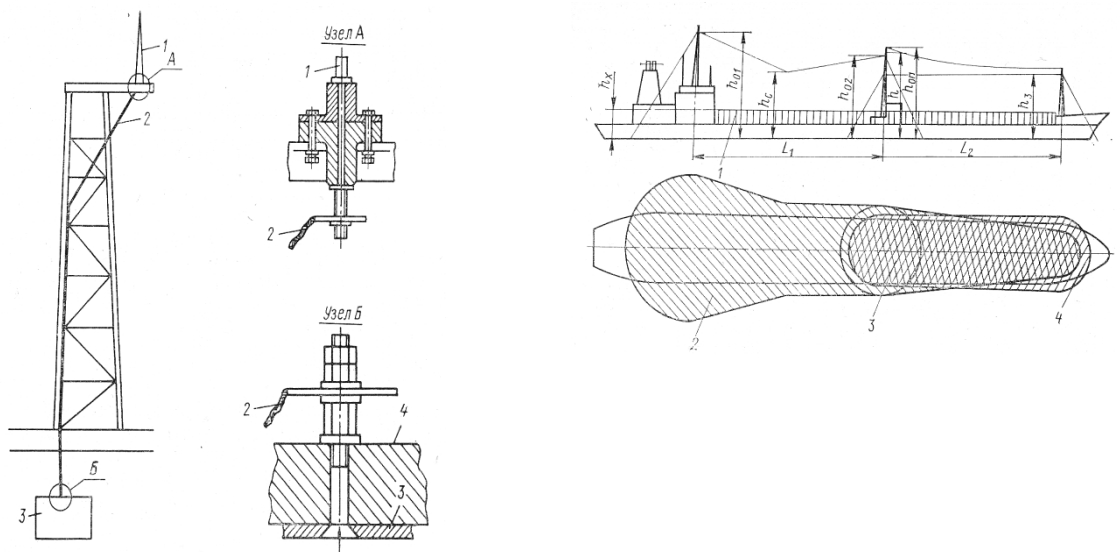

Рис. 3
3. Назвать элементы судового молниеотводного устройства, их назначение, особенности подключения, назвать зоны молниезащиты на судне (рис.3).